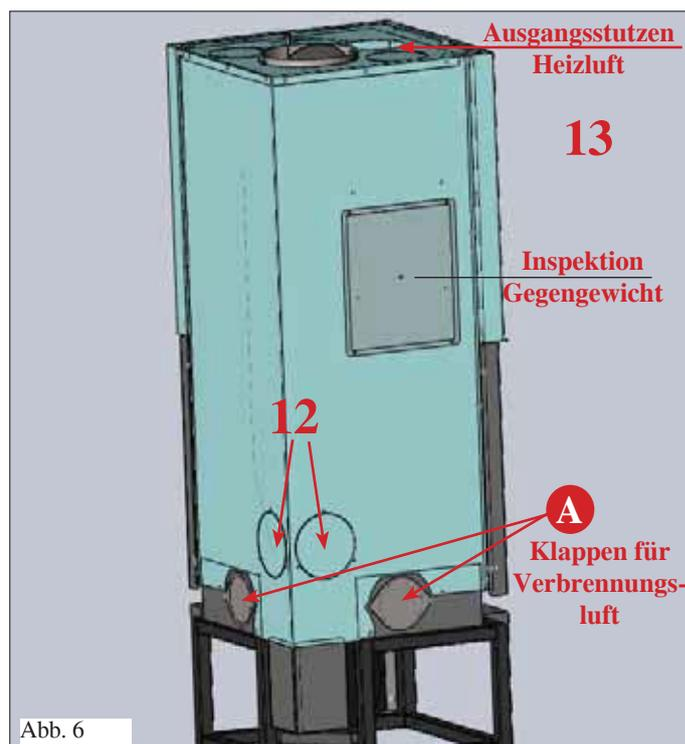

Abb. 6
Damit der Kamin korrekt funktioniert, muss die Verbrennungsluft durch eine Verbindung, welche die äußere Umgebung mit einer der an den Seiten (Abb. 6) und unten (Abb. 7) sitzenden Klappen (A) verbindet, eingeführt werden.